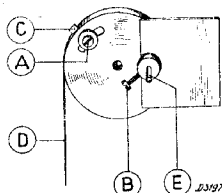

Fig. 6
4. Schroefje A (fig. 6) losdraaien en de wijzertrommel verdraaien tot de wijzer nauwkeurig op 510 m. staat. Het nokje C moet hierbij worden vastgehouden, zoodat de aandrijfsnaar D gespannen blijft. De afstemming mag niet verlopen. Daarna schroefje A weer vastdraaien.